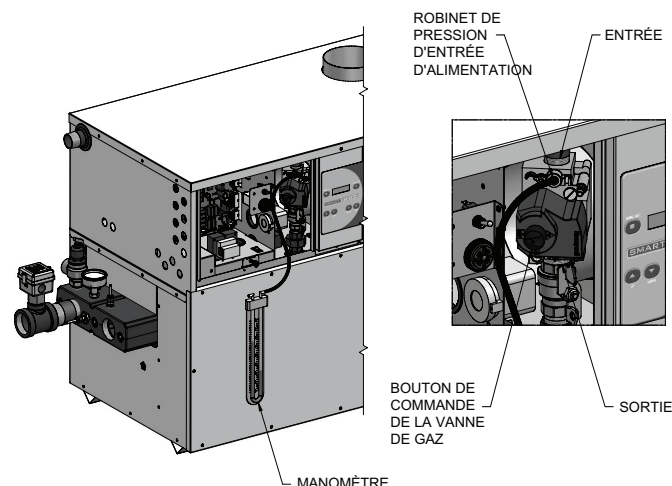

Figure 3-3\_Mesure de la pression du gaz d'alimentation au niveau de la vanne de gaz de combinaison
**Pression du gaz d'entrée:** mesurée au niveau du robinet de pression d'entrée sur le collecteur de gaz de l'appareil. Le robinet de pression est situé en amont de(s) la vanne(s) de gaz de combinaison (FIG. 3-3, page 33).